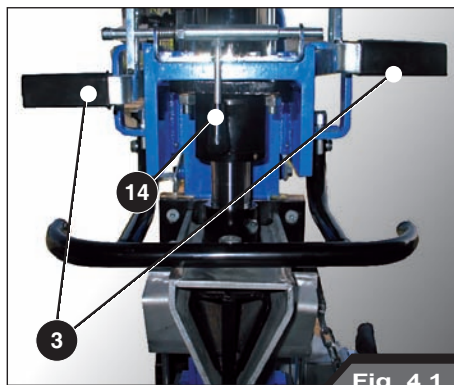

Fig. 4.1
- 3 - Leve di comando (Fig.4.1, 3)
- 14 - Leva blocco di sicurezza (Fig.4.1, 14)